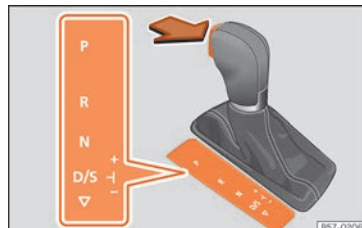

Fig. 247 Verrouillage du levier sélecteur.
- Appuyez sur la pédale de frein et maintenez simultanément la touche de verrouillage enfoncée indiquée par la flèche » fig. 247.